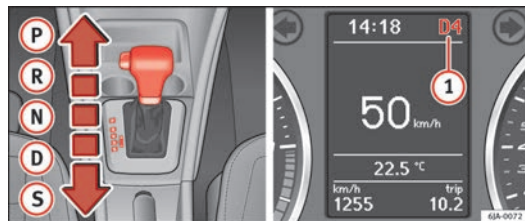

Fig. 106 Alavanca de selecção/Ecrã informativo: posições da alavanca de selecção
A posição actual da alavanca de selecção é indicada no painel de instrumentos ① ⇒ Fig. 106.
- Na posição **D** empurre a alavanca de selecção para a direita. A posição da alavanca de selecção seleccionada é indicada no ecrã do painel de instrumentos, juntamente com a velocidade engrenada ① ⇒ Fig. 106.